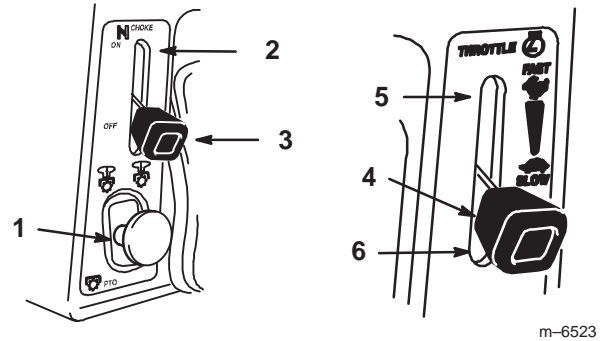

Bild 11
3. Schieben Sie den Zapfwellenantriebshebel auf „Aus“ (Bild 11).
4. Stellen Sie den Chokehebel auf „Ein“ (Bild 11).
5. Schieben Sie den Gasbedienungshebel auf „Schnell“ (Bild 11).
7. Schieben Sie den Chokehebel nach dem Anspringen des Motors auf „Aus“ (Bild 11). Stellen Sie, wenn der Motor aussetzt oder unregelmäßig läuft, den Chokehebel für ein paar Sekunden wieder zurück auf **Ein**. Stellen Sie dann den Gasbedienungshebel auf die gewünschte Stellung. Wiederholen Sie diesen Vorgang nach Bedarf.
1. Schieben Sie den Zapfwellenantriebshebel (ZWA) auf Aus (Bild 11).
2. Stellen Sie den Gasbedienungshebel auf halben Weg zwischen Halb- und Vollgas (Bild 11).